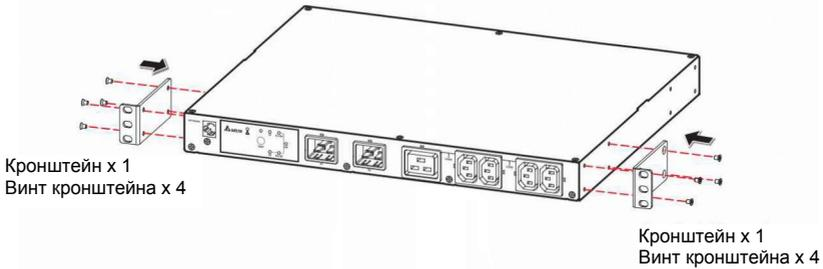

Рисунок 4-1.
- 1) Используйте 8 крепежных винтов из комплекта, чтобы прикрепить 2 кронштейна из комплекта к боковым монтажным отверстиям, расположенным в передней части STS. См. **Рисунок 4-1**.